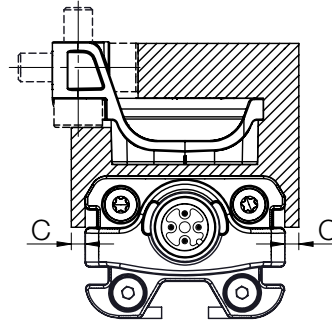

Bild 5-5: Mindestabstand C
- Der Abstand C zwischen Positionsgewerbers und Teilen die aus magnetisierbarem Material bestehen, muss mindestens 10 mm betragen (siehe Bild 5-5).
- Der Abstand C zwischen Positionsgeber und Teilen die aus magnetisierbarem Material bestehen, muss mindestens 10 mm betragen (siehe Bild 5-5).